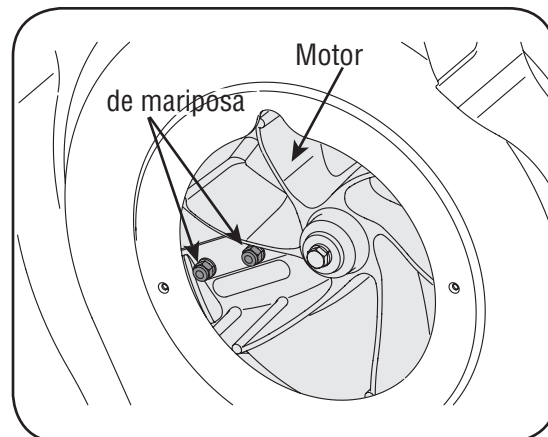

Figura 5-8
10. Es posible alcanzar las tuercas de los tornillos de cabeza plana desde la parte inferior, mediante una llave universal de 1/2 pulg. con extensión. Vea la figura 5-8.